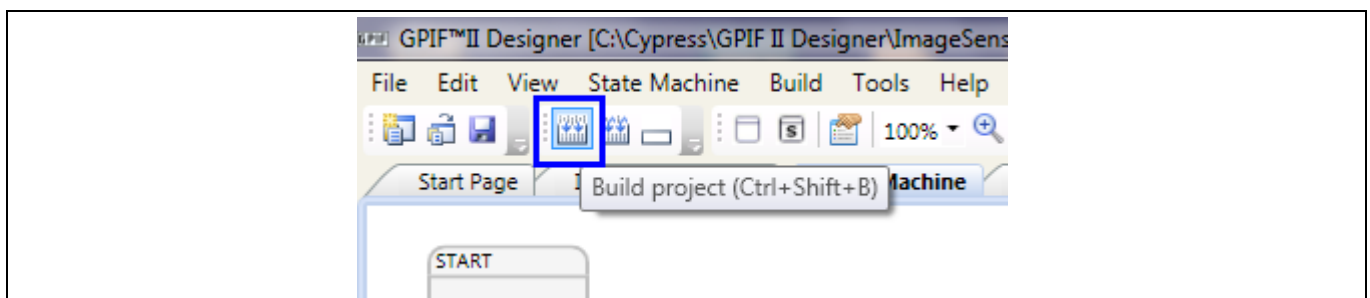

Figure 38 ビルド ボタン
51. **Figure 38** に強調表示するビルド アイコンを使用し、プロジェクトをビルドします。プロジェクトの出力ウィンドウはビルドの状態を示すところです。